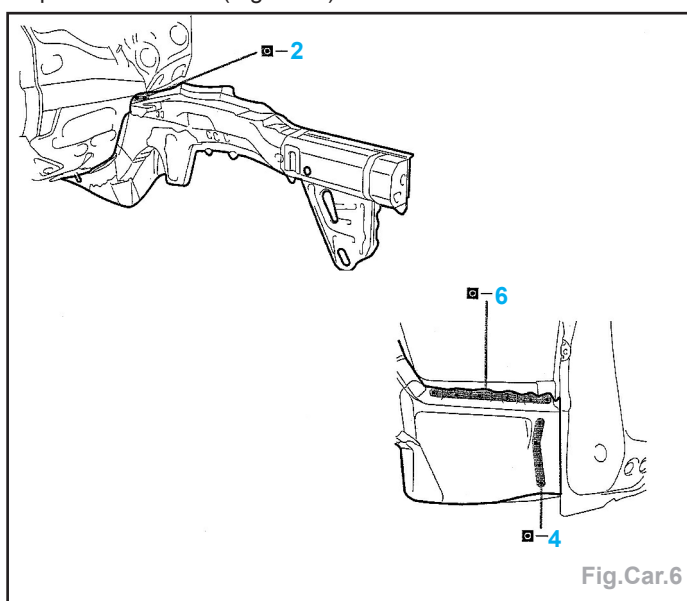

Fig.Car.6
- par bouchonnage à l'arc sous gaz protecteur et meuler les points bouchons (Fig.Car.6).